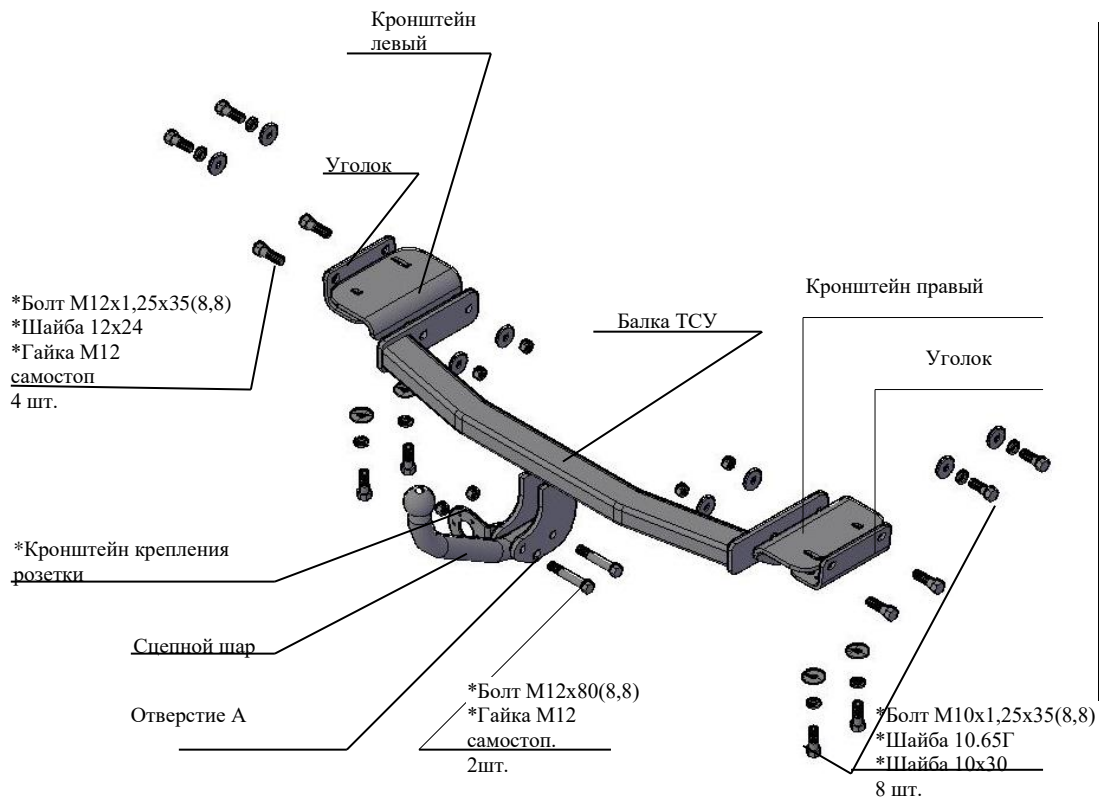

Рис.1 Тягово-сцепное устройство ТСУ 7312 .
2.1 ТСУ 7312 в сборе (рис.1)	1 шт.
2.2 Пакет с комплекующими (см. рис.1)	1 шт.